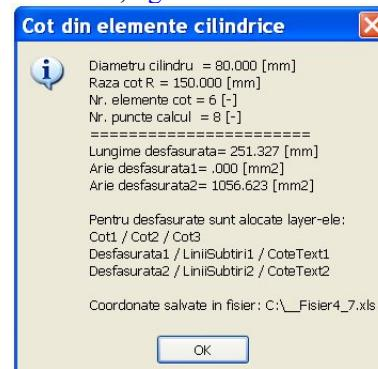

Figura 4.7.5
- afișarea mesajului de informare din fereastra **Cot din elemente cilindrice**, fereastră care se poate închide pe butonul **OK**, figura 4.7.5